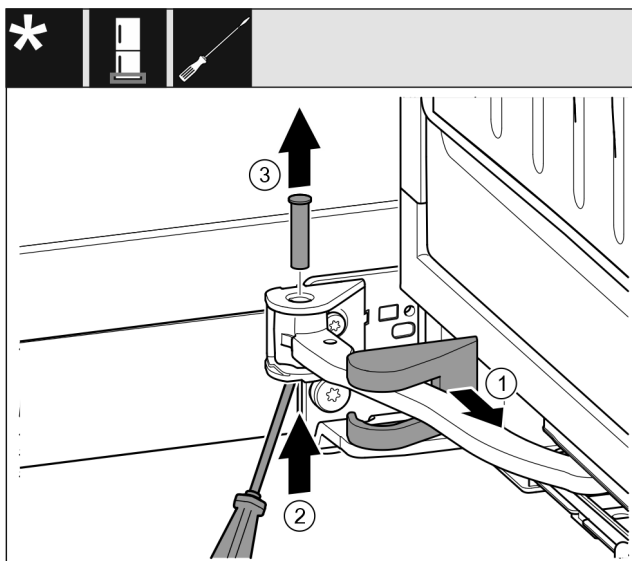

Fig. 16
- Tag hængselsafdækningen Fig. 16 (1) af, og forskyd den langs leddet.
- Løft bolten Fig. 16 (2) nedefra med en skruetrækker.
- Træk bolten Fig. 16 (3) ud oppefra.